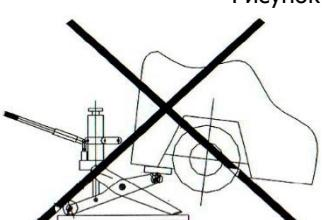

Рисунок 7.
- Не используйте какие-либо «временные опоры» под домкратом и/или на подъемной площадке. Домкрат должен всегда оставаться в контакте с полом, а подъемная площадка и/или зубчатая накладка всегда соприкасаться с грузчиком (см. рисунок 7). Держите руки, ноги и другие части тела подальше от ножниц подъемного механизма.